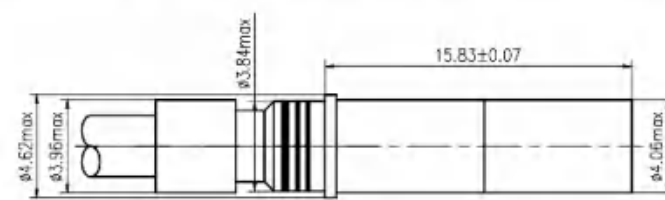

图 4.2-9
⑤按图 4.2-9, 使用表 3 规定的压接工具 M22520/31-01 工具和 M22520/31-02 定位器压拉压接套: 压接一次, 将接触件旋转 45° 再压接一次。第二次压接, 屏蔽压接套的直径必须不大于 3.96。